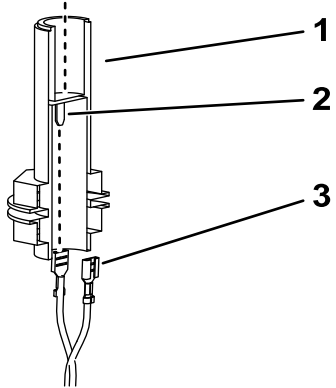

Figura 11
4. Ligue os conectores soltos da cablagem da luz de trabalho aos terminais espada do conector da tomada do sinal luminoso (Figura 11).